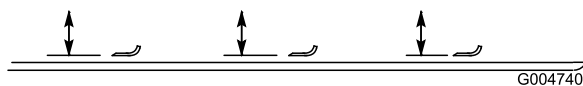

Figure 23
3. Tournez la lame dans le sens longitudinal et mesurez la distance entre l'intérieur de l'unité de coupe et le tranchant à l'avant de la lame (Figure 23).